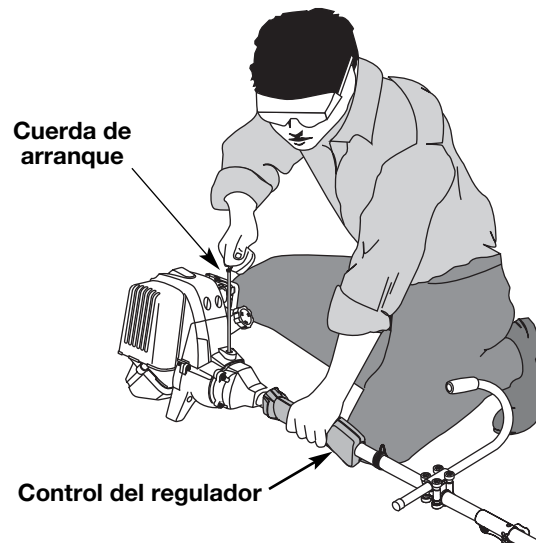

Fig. 8
6. Soporte en la posición de arranque (Fig. 8) y apriete el control de aceleración. Tire bruscamente del cordón de arranque hasta 5 veces.